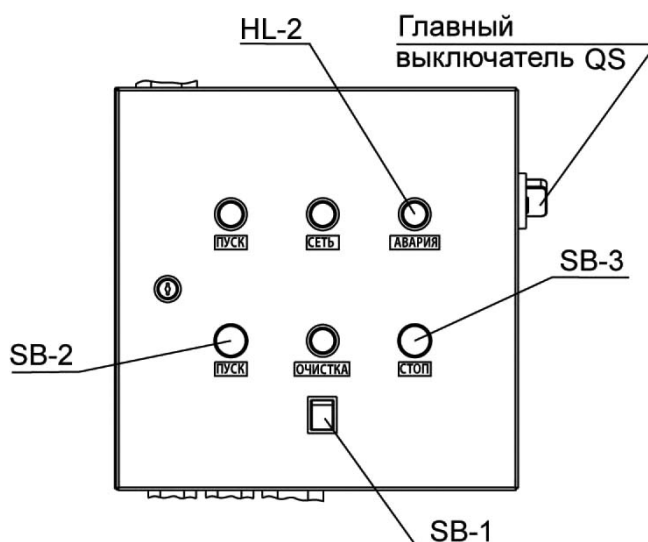

Рис.1.
Расположение органов управления указано на Рис.1.
7.8. Перевести главный выключатель на боковой стенке пульта запуска/отключения вентилятора в положение «ВКЛ»,(См. рис.1.) при этом на крышке пульта загорится зелёная лампа «СЕТЬ».